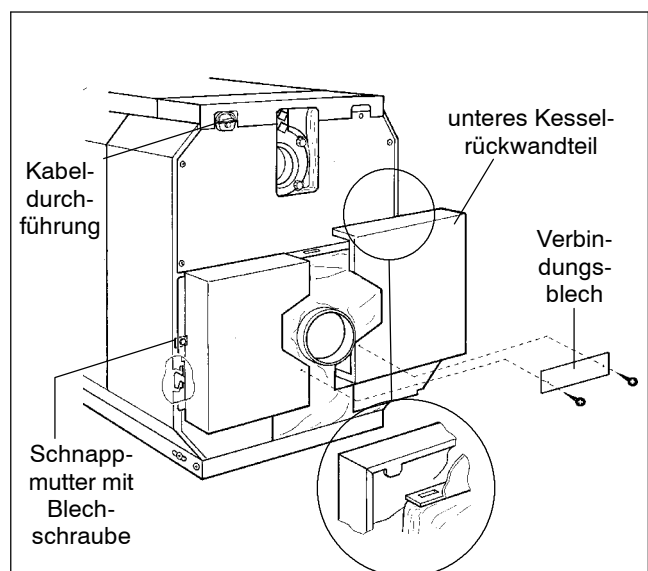

Abb. 43
- Schnappmutter in die linke und rechte Seitenwand einsetzen (Abb. 43).
- Die unteren Kesselrückwandteile links und rechts in die Schlitze der Abkantung der oberen Kesselrückwand und der Seitenwand einhängen (Abb. 43).
- Blechrauben in die Schnappmutter eindrehen (Abb. 43).
- Verbindungsblech unterhalb des Abgasstutzens auf die Kesselrückwandteile mit Blechschrauben aufschrauben (Abb. 43).
- Kabeldurchführung aus Kunststoff an die obere Kesselrückwand anschrauben (Abb. 43).